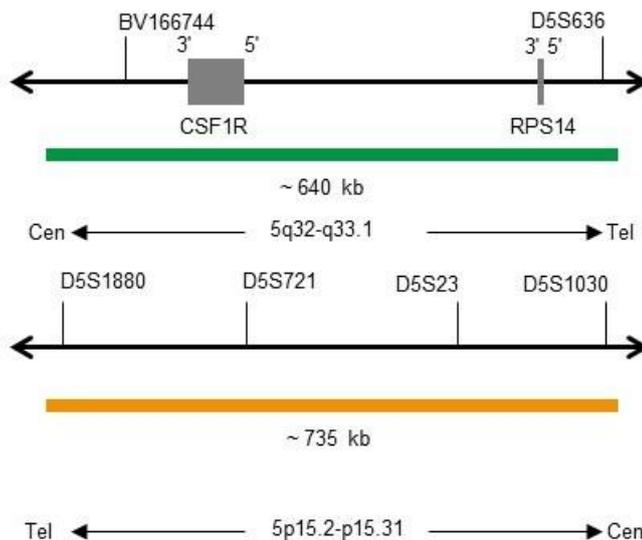

Abb. 1: Oben: SPEC CSF1R Sondenlokalisierung; Unten: SPEC D5S23,D5S721 Sondenlokalisierung (nicht maßstabsgetreu)
- ZyGreen (Anregung 503 nm/Emission 528 nm) markierten Polynukleotiden (~10,0 ng/μl), die gegen Sequenzen in 5q32-q33.1* (chr5:149,274,320-149,913,159) gerichtet sind, welche die CSF1R-Genregion enthalten (siehe Abb. 1).
- ZyOrange (Anregung 547 nm/Emission 572 nm) markierten Polynukleotiden (~4,5 ng/μl), die gegen Sequenzen in 5p15.2-p15.31* (chr5:9,233,775-9,967,465) gerichtet sind, welche den D5S23,D5S721-Locus enthalten (siehe Abb. 1).